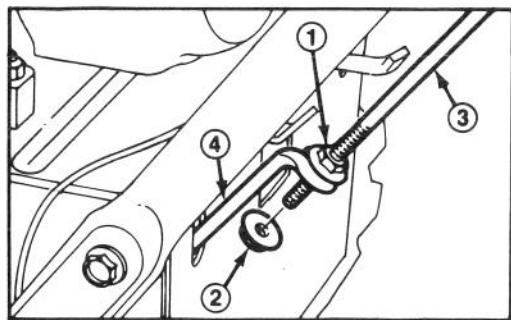
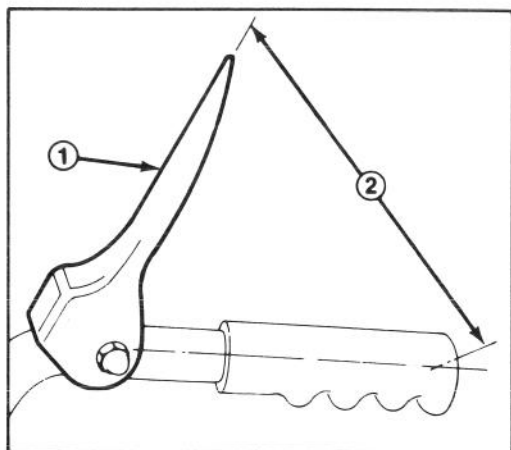

Figure 26
Figure 27
1. Desserrez les écrous de blocage qui fixent la tige de commande de traction supérieure à la tige de commande de traction inférieure (Fig. 26).
2. Réglez l'écrou de blocage supérieur (Fig. 26) jusqu'à ce qu'il y ait un écartement d'environ 5 pouces (12,7 cm) entre le centre du mancheron et le bout du levier de commande de traction (Fig. 27).